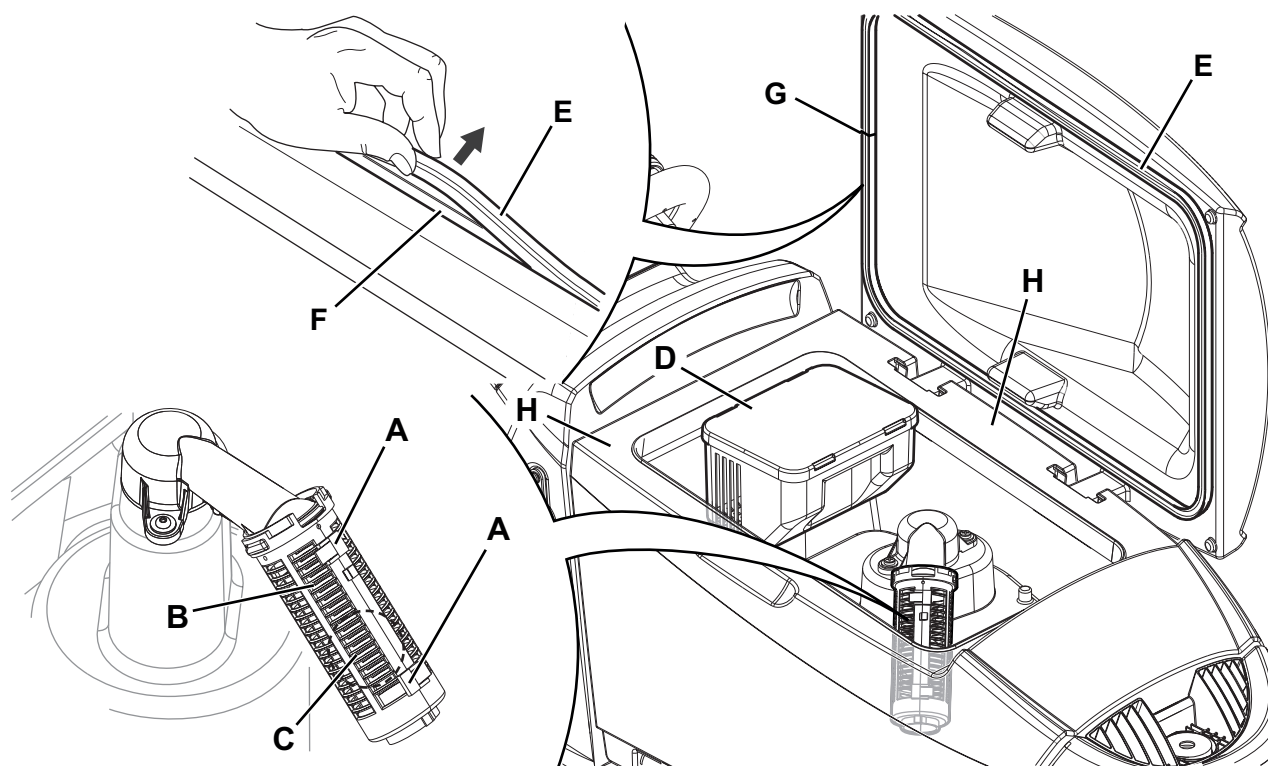

Рис. 13
2. Убедитесь, что машина отключена и ключ пользователя (51) извлечен.
3. Поднимите крышку (34).
4. Промойте бак (33) и крышку чистой водой.
5. Слейте воду из бачка с помощью шланга (12).
6. Очистите вакуумную сетку (31), разомкните фиксаторы (А, Рис. 13), откройте сетку (В) и извлеките поплавков (С), затем тщательно очистите и установите его на место.
7. Снимите бак для мусора (D) и откройте его крышку. Аккуратно очистите его и установите на вакуумный шланг.